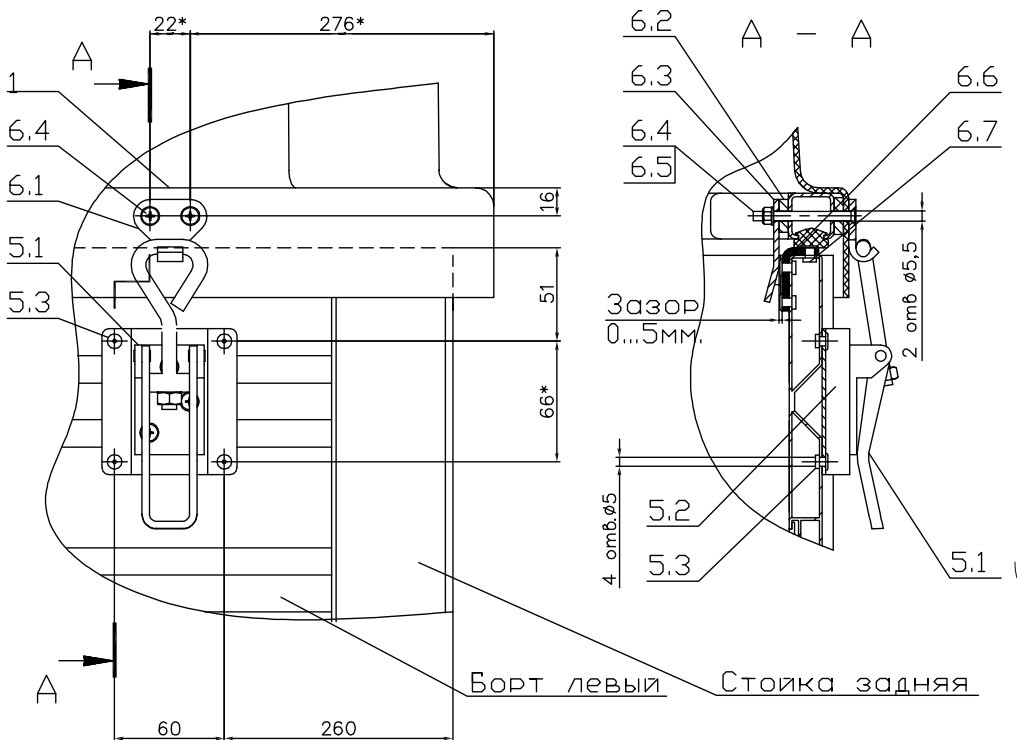

Рисунок 3.
15. В подготовленные отверстия, в задней части крышки установить в соответствующем порядке (рис. 3, сечение А-А) винты 6.4, крючок 6.1, проставочную пластину 6.2 и ловушку 6.3. Для обеспечения зазора 0...5мм. между ловушкой 6.3 и бортом прицепа разрешается пункт 16 собирать без проставочной пластины 6.2.
18. Просверлить отверстия  $\varnothing 5.5\text{мм}$  под замки 5, используя подставку замка 5.2 как шаблон (рис. 3).